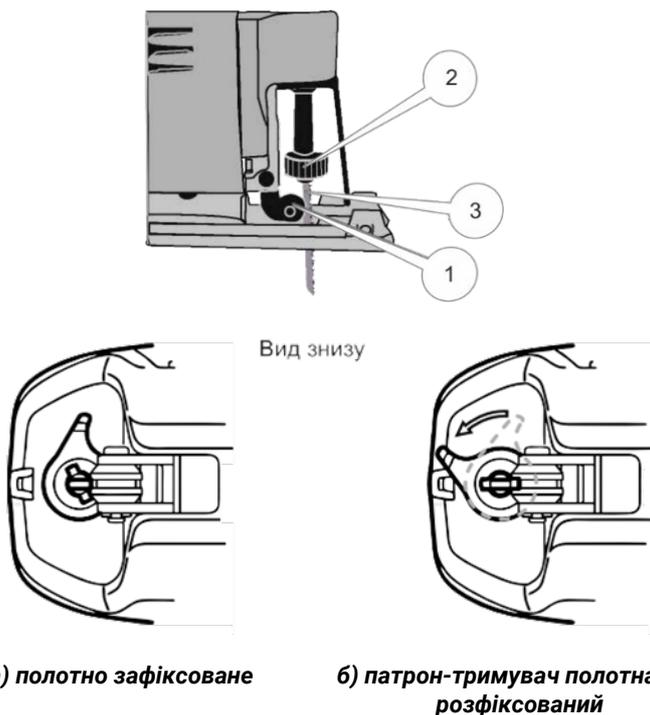

Рисунок 2. Схема встановлення різального полотна.
2. Для встановлення полотна повернути та утримувати обойму (2, рис. 2) патрона-тримача проти годинникової стрілки.
3. Вставити хвостовик полотна (3, рис. 2) в гніздо патрона до упору і відпустити обойму.